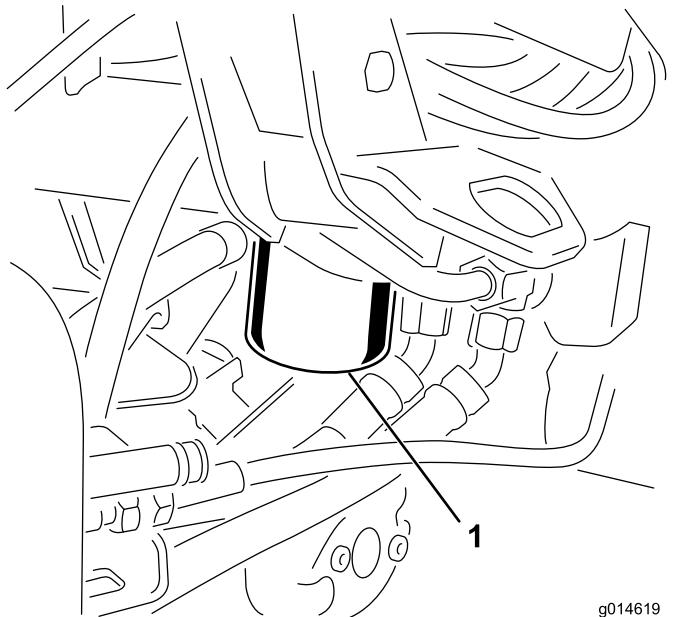

Figure 39
- Nettoyez la zone autour de la surface de montage du filtre (Figure 39). Placez un bac de vidange sous le filtre et enlevez le filtre.